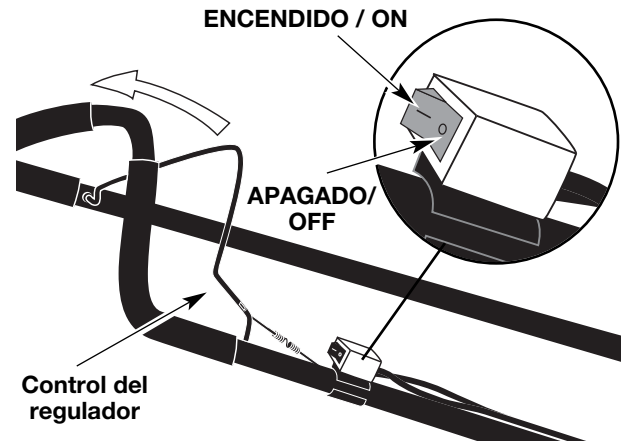

Fig. 10
3. Coloque el Control de Encendido/Apagado (On/Off) en la posición de **ENCENDIDO (ON)** [I] (Fig. 10).